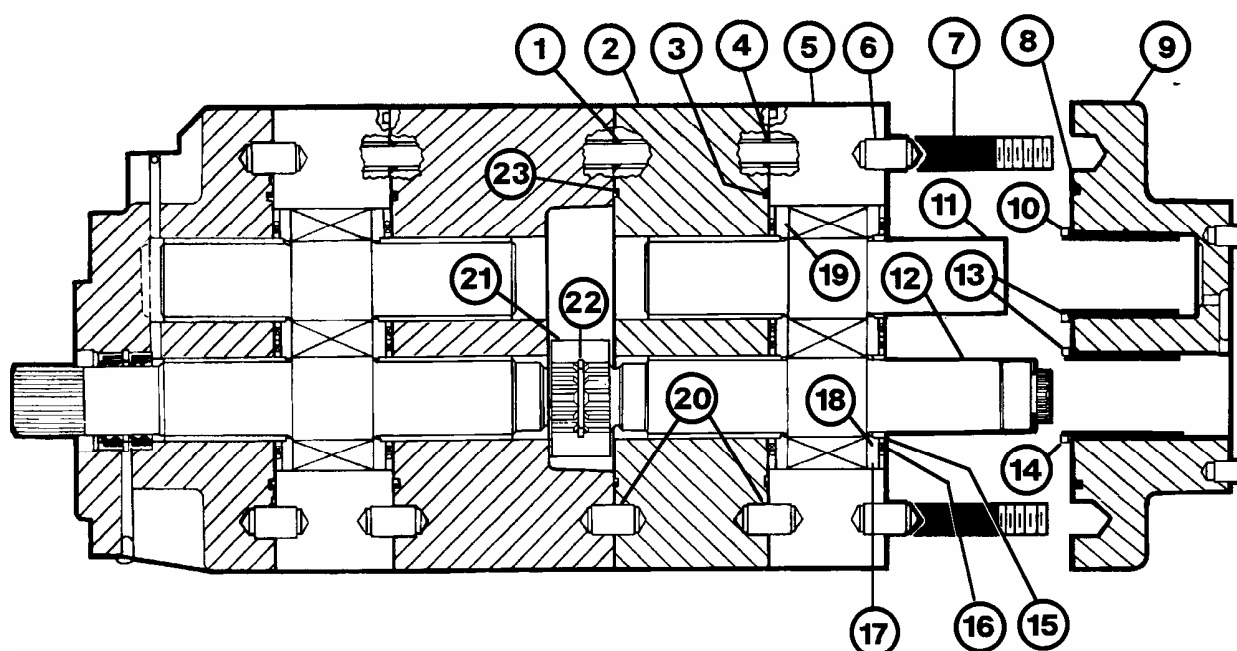

FIGURA 3-5. DESENSAMBLADO DE LA BOMBA DE ELEVACION (Sección Trasera)
5. Saque la placa del conector (9, Figura 3-5). Saque el anillo de goma (8) y los anillos de acero (10 y 14). Saque los pasadores (6) si están dañados o si es necesario cambiar la placa del conector.
6. Saque el anillo de respaldo (15), anillo de goma y retén (16) y placa de aislación (17). Tome el engranaje de mando (12) y el engranaje de ralenti (11) y saque en forma recta de la cavidad de la placa del engranaje (5). Saque la placa de presión (18) de los engranajes.
7. Saque la placa del engranaje (5) y la placa de presión (19). Saque los anillos de acero, anillo de respaldo, anillo de goma, retén y la placa de aislación. Saque el anillo de goma (3) y el anillo de goma del espárrago (4).
8. Saque la placa de rodamientos (2, Figura 3-5). Saque el anillo de goma (23) y los anillos de goma de los espárragos (1). Saque los pasadores (20) si están dañados o si es necesario cambiar la placa de rodamientos.
9. Saque el acoplamiento (21). Saque el anillo de retención (22) si está dañado o si es necesario cambiarlo.